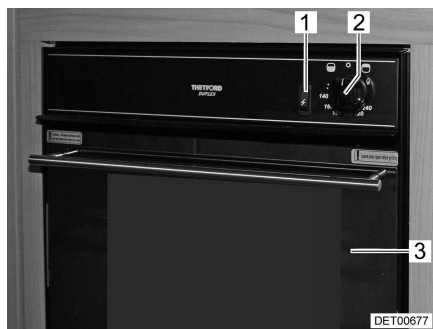
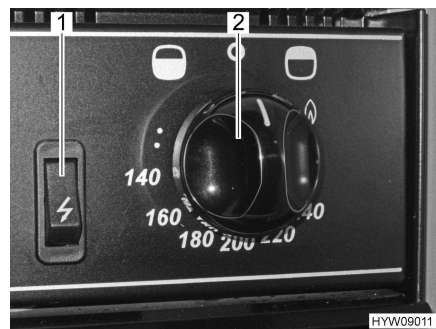

Fig. 88 Forno a gas con grill
Fig. 89 Elementi di comando (forno a gas con grill)
- Aprire completamente lo sportello del forno (Fig. 88,3).
- Premere il pomello girevole (Fig. 88,2 e Fig. 89,2) e ruotarlo in senso antiorario fino a raggiungere la posizione massima consentita (in direzione del simbolo del forno "🍲").
- Premere il pomello girevole (Fig. 88,2 e Fig. 89,2) e tenerlo premuto per 5-10 secondi. Il gas fluisce verso il bruciatore.
- Premere l'interruttore di accensione (Fig. 88,1 e Fig. 89,1) finché la fiamma brucia.
- Premere il pomello girevole (Fig. 88,2 e Fig. 89,2) e ruotarlo in senso orario (in direzione del simbolo del grill "🍖" e posizionarlo sul simbolo della fiamma).
- Ruotare il pomello girevole (Fig. 88,2 e Fig. 89,2) su "O". La fiamma si spegne.